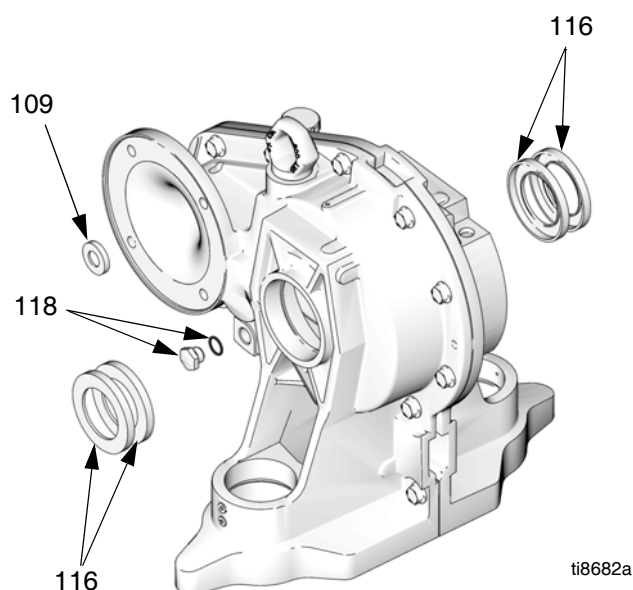

FIG. 26. Joints du démultiplicateur
5. Retirez les quatre vis (12) et les deux capots (21, 32).
6. Consultez la FIG. 26. Sur le côté moteur du démultiplicateur, dévissez le bouchon de vidange d'huile (118) avec le joint. Percez le joint d'entrée (109) avec une vis pour tôle en acier trempé et sortez-le.